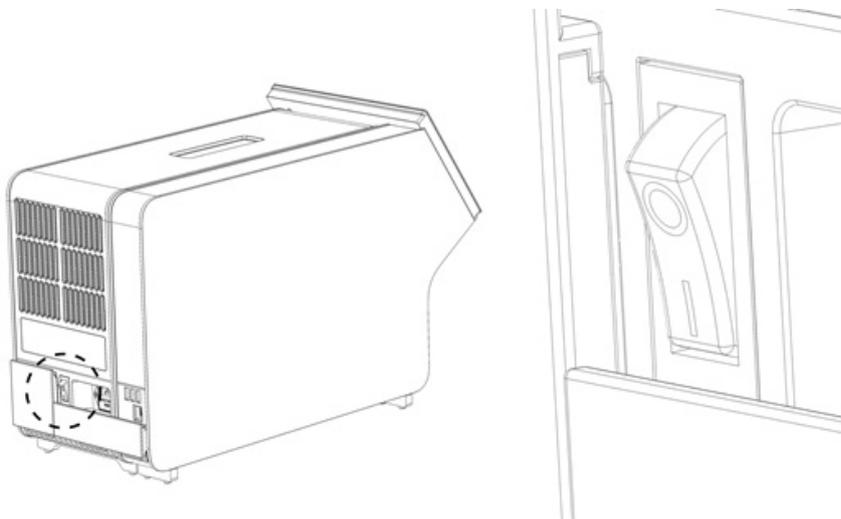

Abbildung 21. Lokalisieren des Netzschalters und Einstellen in die Position „I“.
10. Schalten Sie das Gerät ein, indem Sie den Netzschalter an der Rückseite des Analysemoduls in die Position „I“ stellen (Abbildung 21). Überprüfen Sie, ob die Statusanzeigen am Analyse- und am Betriebsmodul blau leuchten.